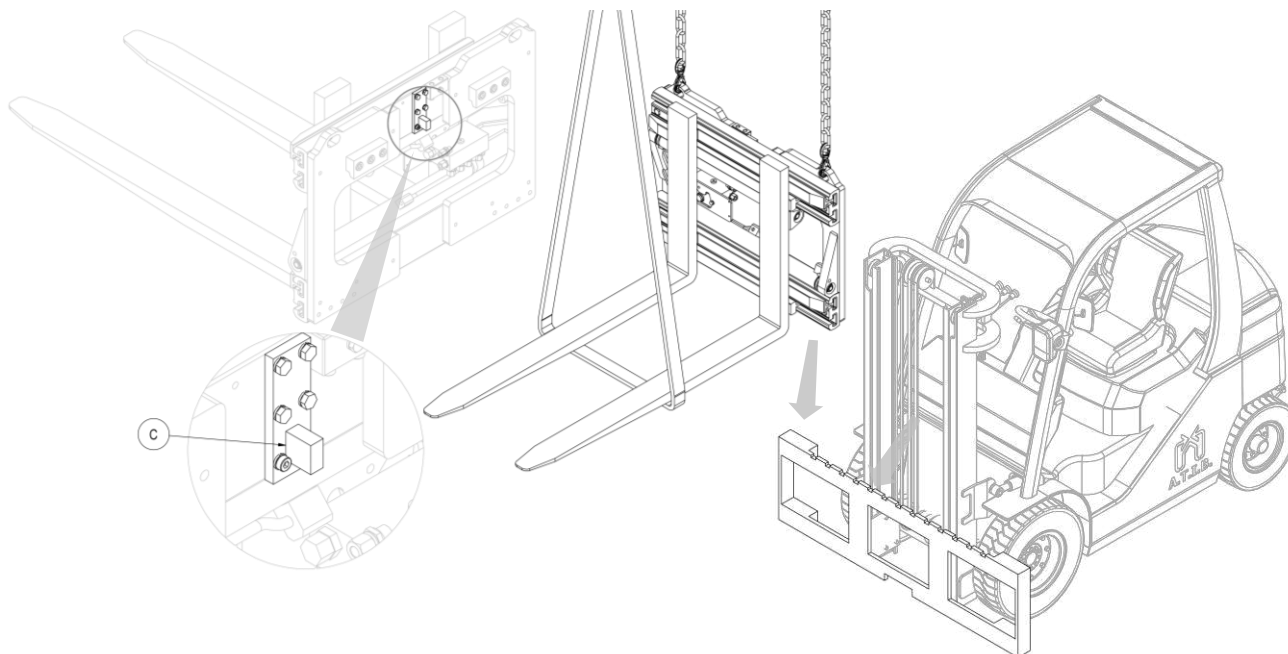

Figura 3
6. Agganciare quindi l'attrezzatura con un carroponte o un paranco di portata sufficiente e posizionarla sulla piastra porta forche, avendo cura di incastrare il dente di centraggio **C** nella tacca centrale della stessa (vedi *Figura 3*).